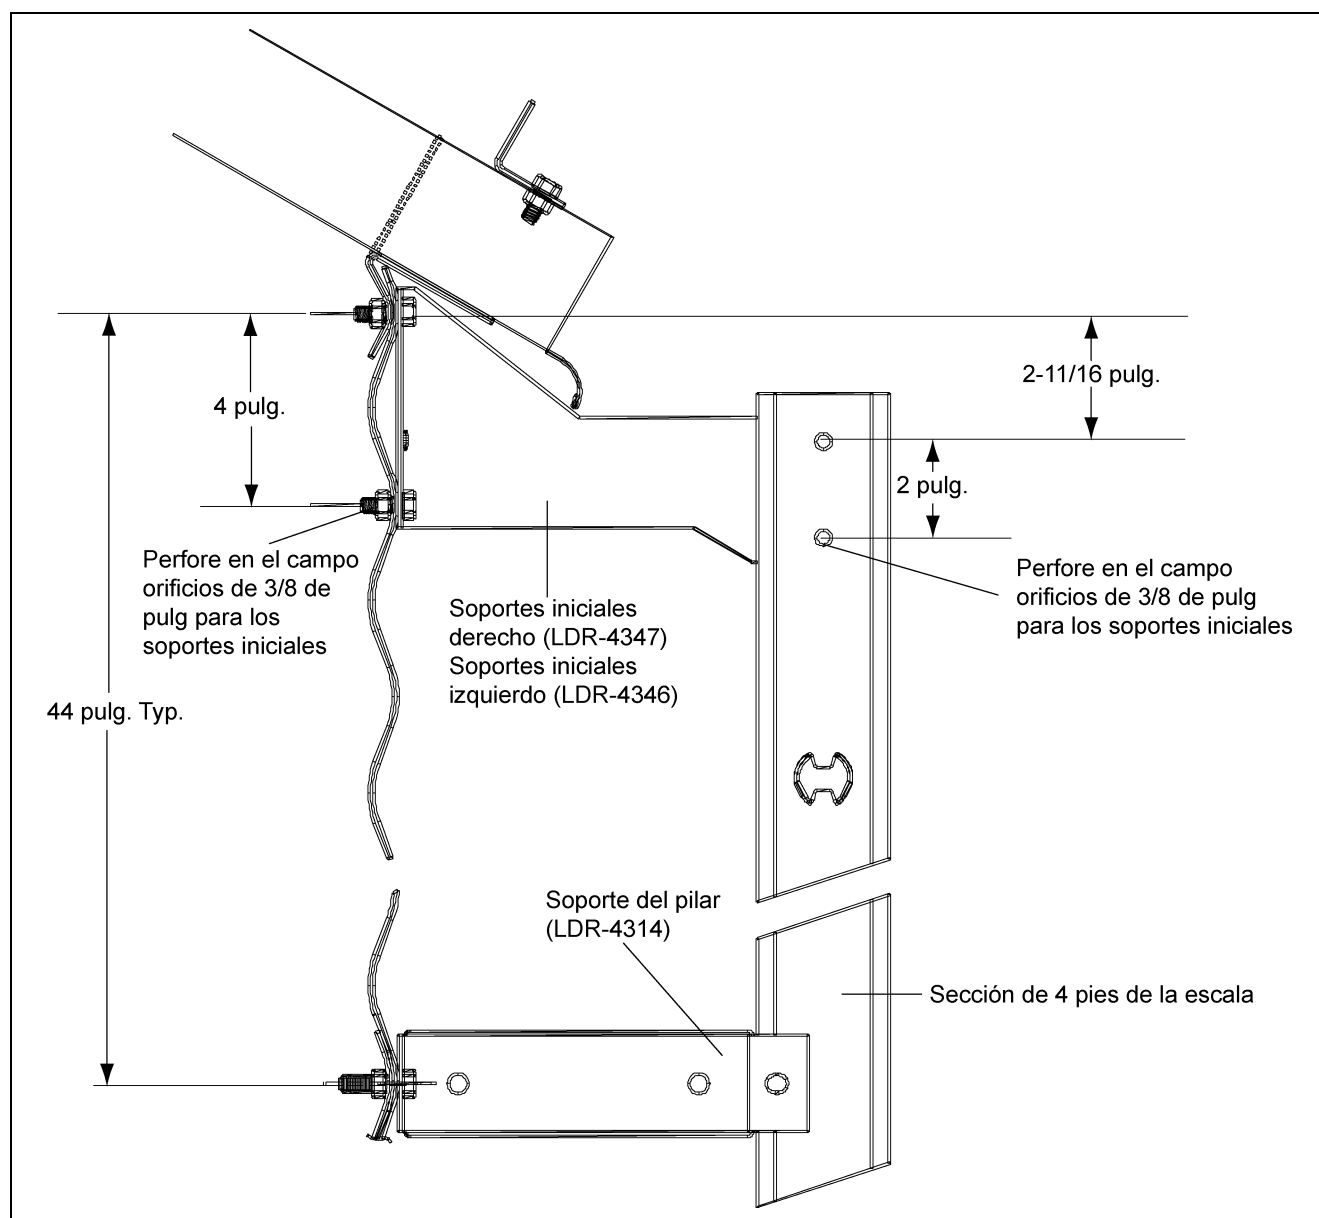

Figura 8C
Una vez que se hayan perforado en el campo los dos (2) orificios de 3/8 de pulg., conecte los soportes iniciales a la pared lateral como se muestra en la Figura 8C. Verifique la sección superior de la escala para cerciorarse de que los hoyuelos del peldaño de la escala estén a la tapa. Conecte los soportes iniciales a la parte superior de la escala. Vea Información general detallada en la Página 13 para la correcta instalación de las secciones adicionales de la escala que se requieran. Los soportes de los pilares se deben conectar en las secciones para las escalas y se deben unir a las paredes laterales en cada costura horizontal y se debe repetir cada 32 pulg. hasta llegar hasta el fondo del silo. Use pernos de 5/16 pulg. x 1 pulg. para todas las conexiones. Será necesario perforar en el campo un orificio de 3/8 de pulg. en la sección de la escala para cada soporte inicial (derecho e izquierdo).